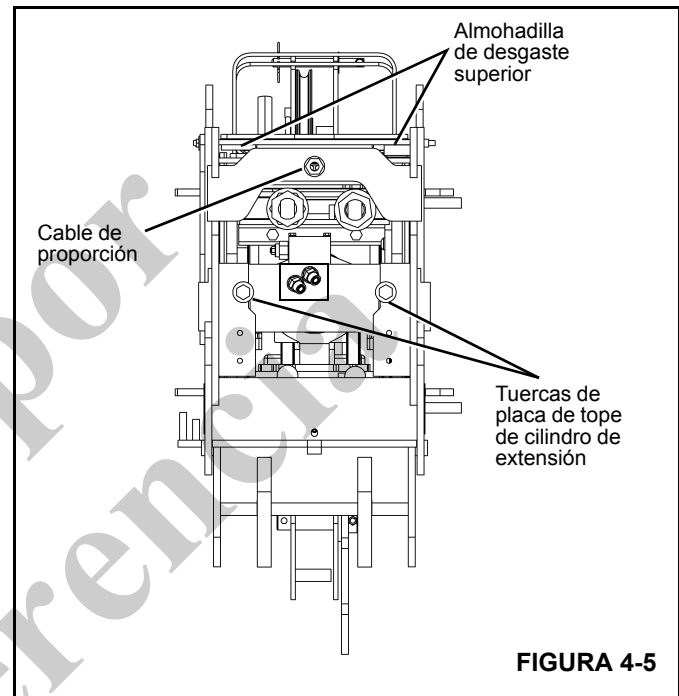

FIGURA 4-5
1. Retire las almohadillas de desgaste superiores izquierda y derecha de la parte trasera entre las secciones 1^a y 2^a de la pluma (Figura 4-5).